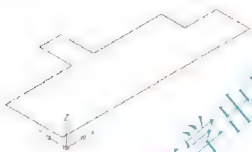

图 6.34 调整视图
(1) 执行菜单栏中的【视图】|【三维视图】|【西南等轴测】命令，将视图调整为轴测视图状态，结果如图 6.34 所示。
(2) 执行菜单栏中的【绘图】|【实体】|【拉伸】命令。
① 在**选择对象**：提示下，选择图 6.34 中由多段线变成的面域。
② 在**指定拉伸高度或 [路径(P)]**：提示下，输入“100”，指定将面域向上拉伸 100mm。